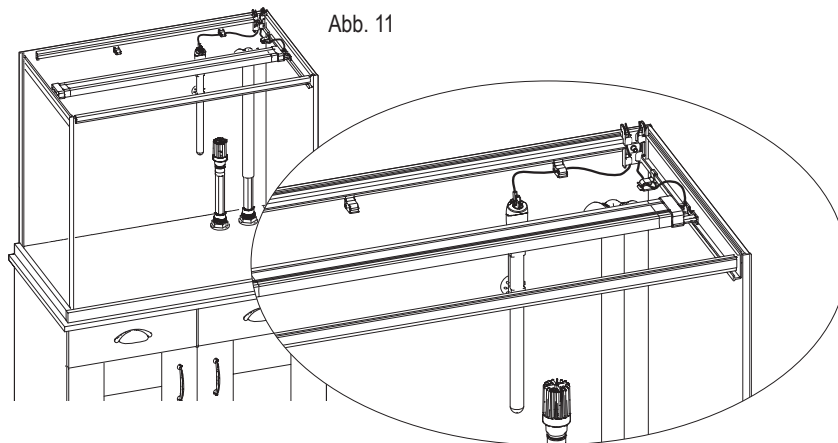

Abb. 11
1. Setzen Sie den LED-Balken (C) vorsichtig auf die Schiene auf dem oberen Rahmen an die finale Position (Abb. 11).